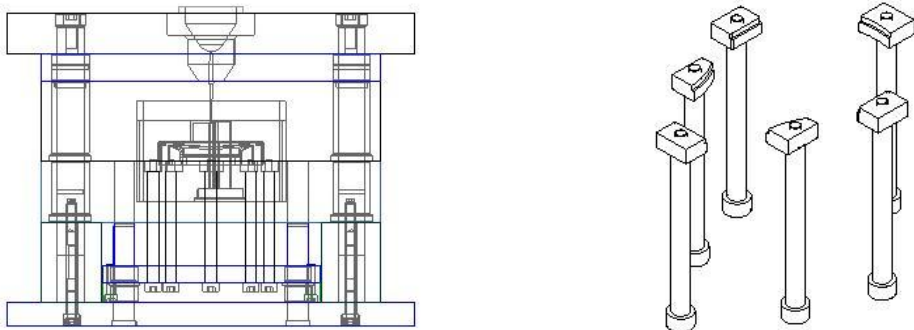

图7-97
4. 使用相同方法，在点 $(-85.05, 0, 0)$ 、 $(0, 90.5, 0)$ 、 $(-59, -75.5, 0)$ 、 $(59, -75.5, 0)$ 和 $(0, -150.9, 0)$ 处创建螺钉，结果如图 7-97 所示。